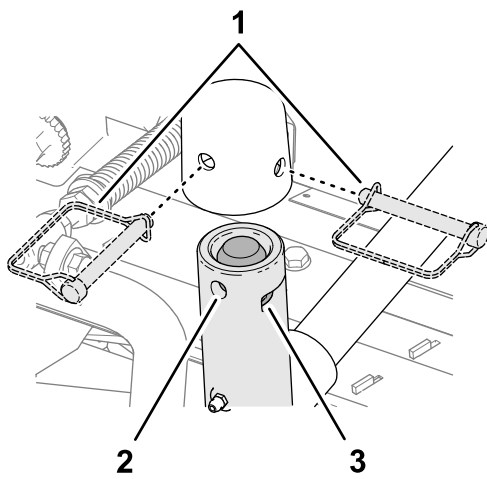

Figura 24
**Bloqueo del pivote de la unidad de corte para segar en una pendiente** – Bloquee los pivotes de las unidades de corte para evitar que las unidades de corte giren cuesta abajo al segar de través en una pendiente. Utilice el orificio del brazo giratorio (Figura 24) para bloquear la unidad de corte. Utilice la ranura si la unidad de corte es dirigible.